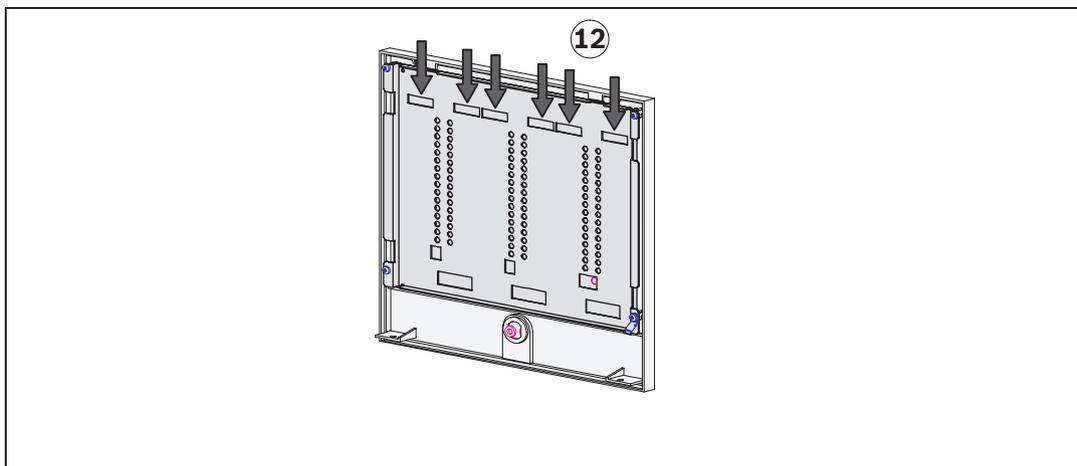

Figura 4.7: Inserimento delle etichette per contrassegno
11. Le etichette per contrassegno dei moduli rivelatori possono essere stampate singolarmente utilizzando una normale stampante laser. Sul CD fornito con l'unità di controllo della centrale MPC è disponibile un file modello (Print_BAT100LSN.dot). Inserire le etichette per contrassegno stampate negli slot posizionati sul lato posteriore del coperchio dell'alloggiamento (vedere *Figura 4.7* (12)).